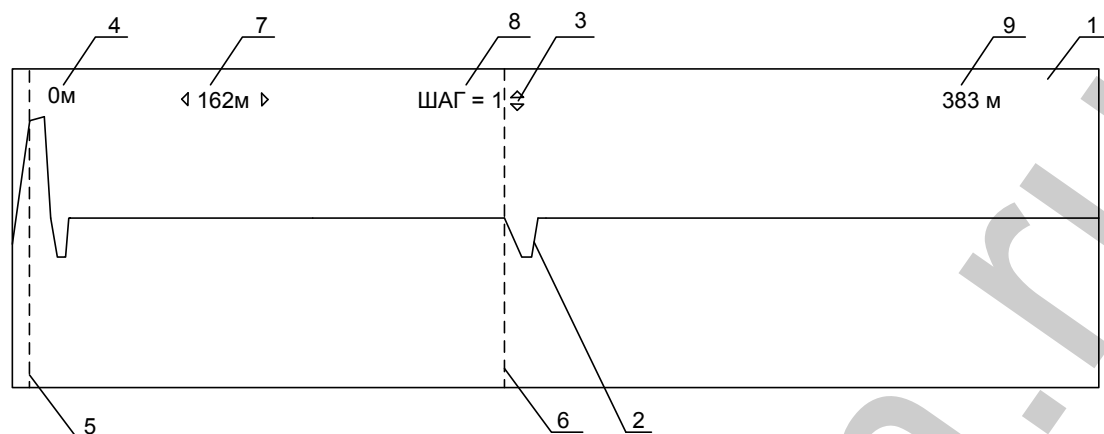

Рис.7.
Клавиши “↑” “↓” оператор может выбрать любую из шести рефлектограмм и, нажав кнопку “экран/масштаб” рассмотреть рефлектограмму рис.7.
Нажать кнопку «МАСШТАБ / ЭКРАН» и считать расстояние до выбранной неоднородности в области экрана 7 рис.7.
6. В области экрана 7 рис.7 будет отображаться расстояние в метрах между двумя неоднородностями.